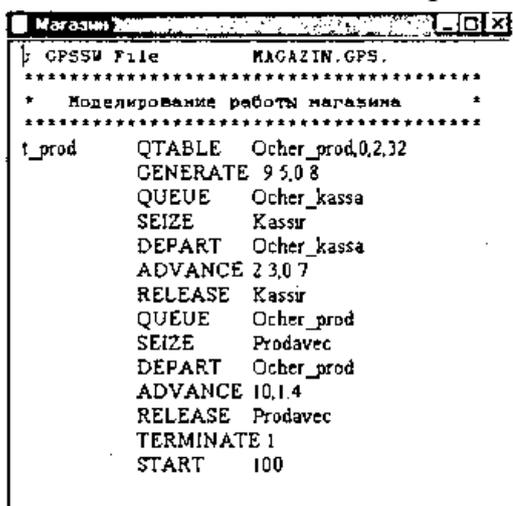

Рисунок 2. Окно имитационной модели «Магазин»
- выделите пункт **Model** и щелкните по кнопке ОК. Появится окно модели, в котором введите данную программу. Это будет выглядеть так, как показано на рис. 2.